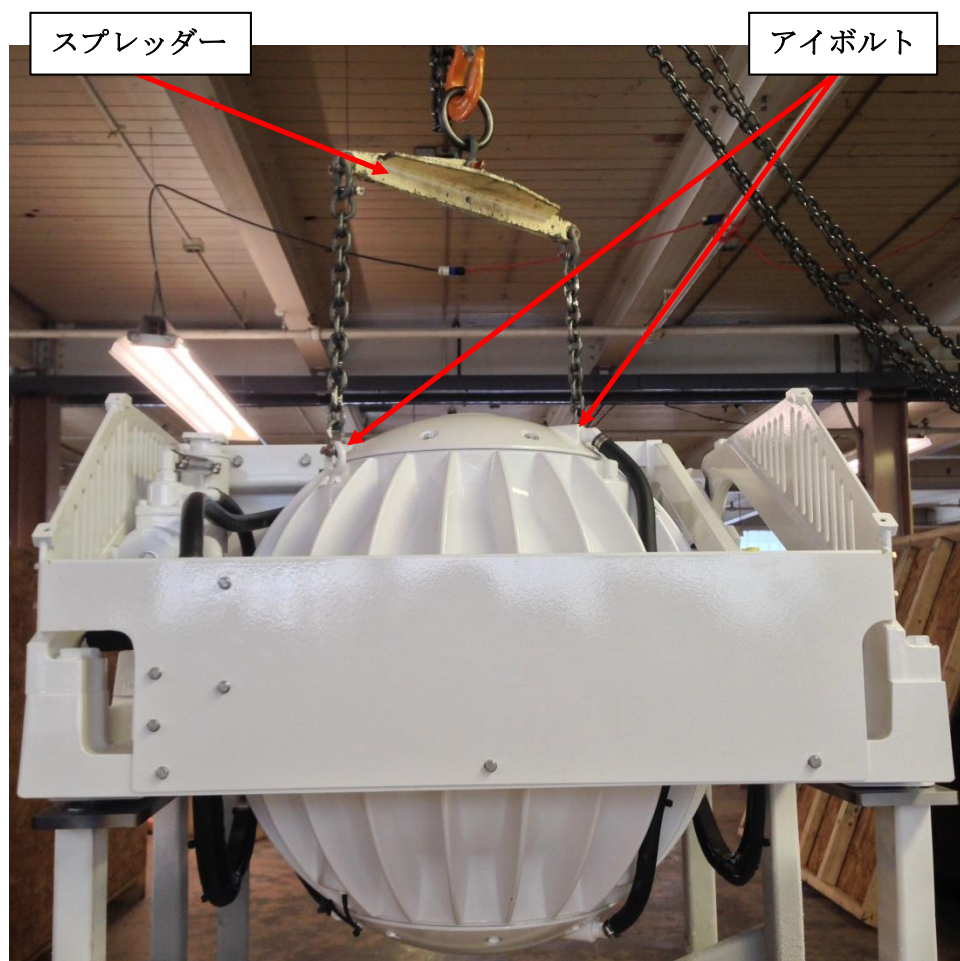

図 4 - 昇降装置
- 5) ジャイロの封鎖部分の最上部にある 2 つの吊り上げアイボルトにスプレッダーバーを取り付けます。 ジャイロの他の部分に近づかないこと。 ジャイロの重量は 368 kg (810 lbs) です。 下の図 4 を参照してください。